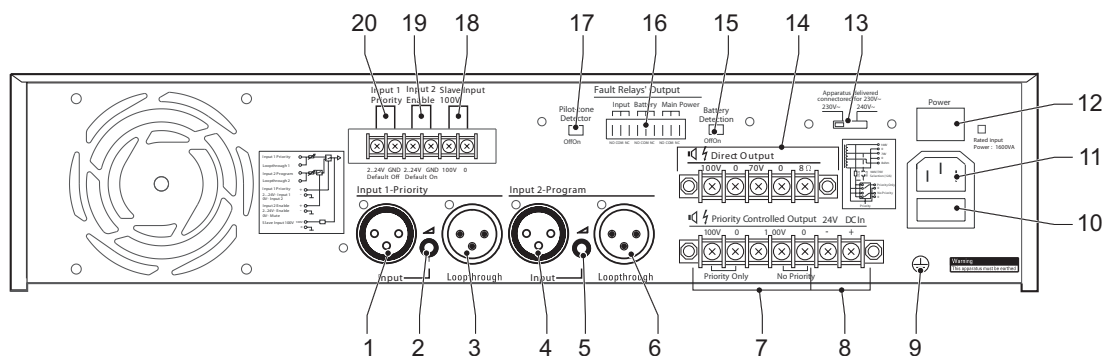

Figure 5.2: LBB 1930/20 LBB 1935/20
Reportez-vous aux figures 5.2 et 5.3. Appliquez une tension de contrôle de 2 à 24 V aux bornes de gestion des priorités de l'entrée 1 (20) pour mettre en marche l'entrée prioritaire (1) et couper le son de l'entrée Programme (4). Une source musicale locale peut être connectée à l'entrée Programme et un système d'urgence distant à l'entrée prioritaire. La source d'urgence doit pouvoir alimenter la tension de contrôle de 2 à 24 V afin de remplacer la source musicale locale. L'entrée Programme peut être commandée à distance à l'aide d'un commutateur qui est connecté aux bornes de commande de l'activation de l'entrée 2 (19). Basculer le commutateur sur « Arrêt » baisse l'entrée à <2 V et désactive l'entrée Programme.